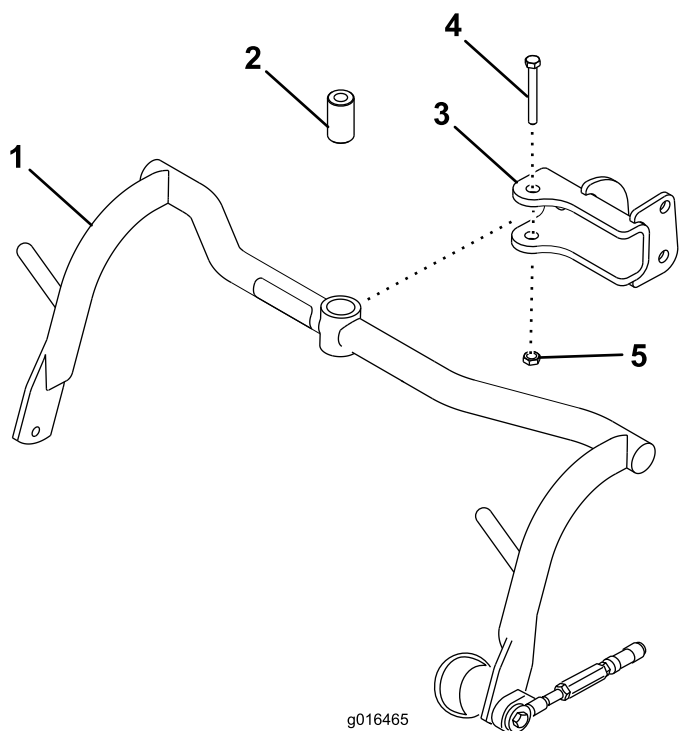

Figure 5
1. Montez un bâti porteur sur chaque chape avec une entretoise, un boulon ($\frac{1}{2}$ " x $3\frac{1}{4}$ ") et un contre-écrou ($\frac{1}{2}$ ") ; voir Figure 5. Serrez à un couple de 91 à 113 N·m.